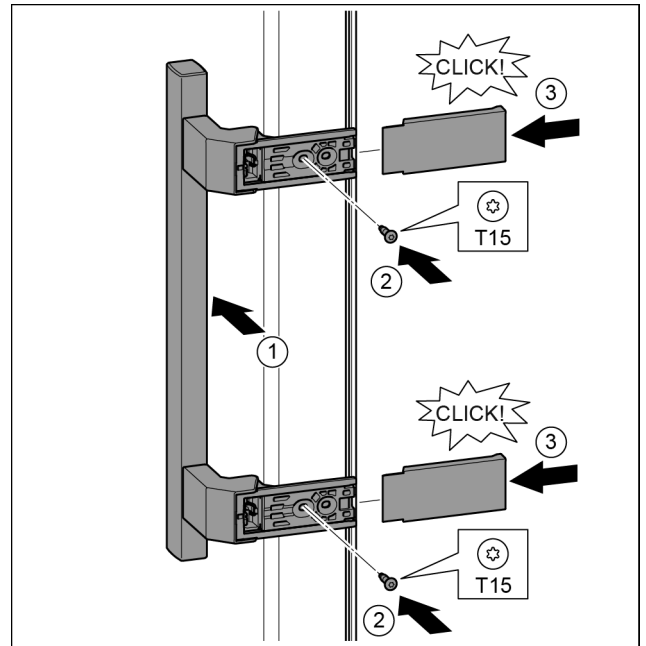

Fig. 34
- Griff auf der Gegenseite ansetzen. *Fig. 34 (1)*
- Schrauben mit Schraubendreher T15 festschrauben. *Fig. 34 (2)*
- Abdeckungen seitlich ansetzen und aufschieben. *Fig. 34 (3)*